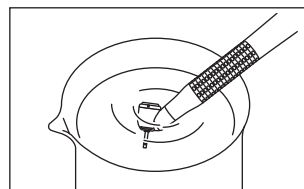

Fig. 7
- 4) Mantenha neste modo por 4 - 5 segundos (Fig. 7).